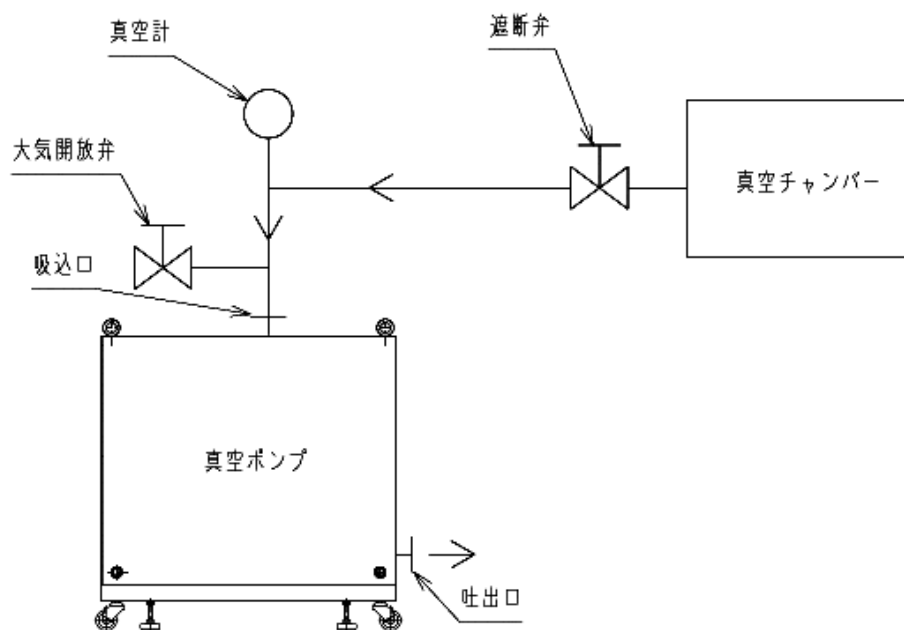

図 4 基本的な配管接続図
- F) ポンプ停止により、大気が装置側へ逆流することを防止するために、装置とポンプの間に遮断弁（メインバルブ）を設けて下さい。（図 4参照）
- G) ポンプ停止時に内部を乾燥、又はポンプ内部のガスを空気と置換する必要がある場合には、大気開放弁を遮断弁（メインバルブ）とポンプ間に設けて下さい。（図 4参照）